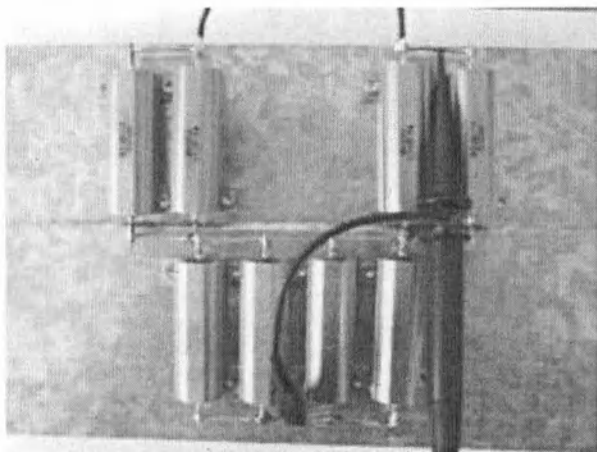

Рисунок 13. Соединение осциллографа с токоприемником
- Соедините датчик осциллографа с другим концом токоприемника и общим для промежуточного соединения токоприемника (Рисунок 13).